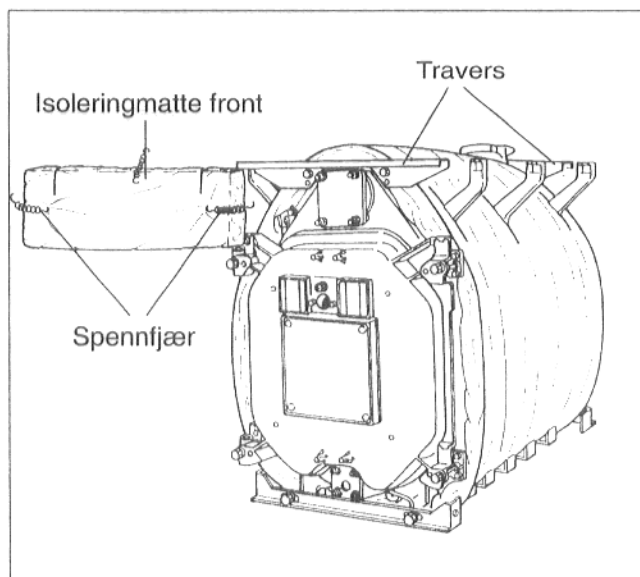
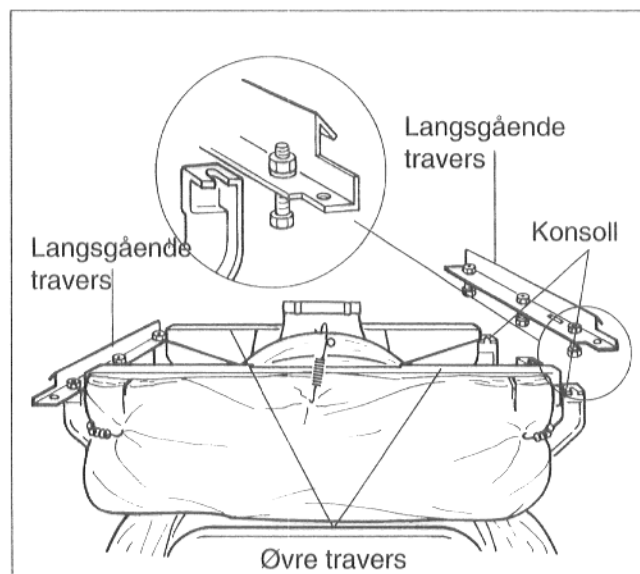

Fig. 32
Fig. 33
- Isoleringsmatten oppe foran har innsnitt som skal oppover. Matten festes med tre spennfjærer til kjeleblokkens isolering (Fig. 32 og Fig. 33).
- Langsgående travers legges på konsollene til bak- og frontelementet (Fig. 33).